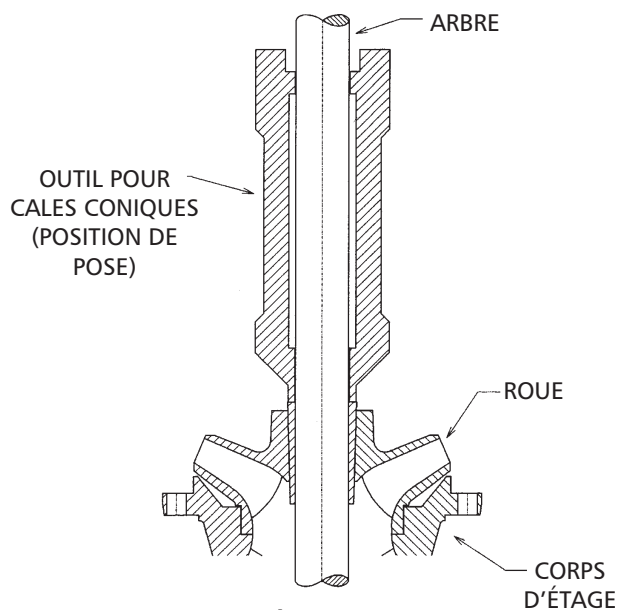

Figure 14
5. S'assurer que les cales coniques (677) ont été nettoyées et bien essuyées. Insérer un tournevis dans la fente d'une cale, élargir la fente, puis, tout en maintenant la roue dans son siège, enfiler la cale sur l'arbre de pompe jusqu'au moyeu de la roue.
6. Maintenir la roue fermement au fond de son siège (fig. 14) et, avec l'outil pour cales coniques (dans sa position de pose), enfoncer la cale dans le moyeu de roue pour fixer la roue solidement à l'arbre. La cale devrait alors dépasser le moyeu de roue de 1/8 po.